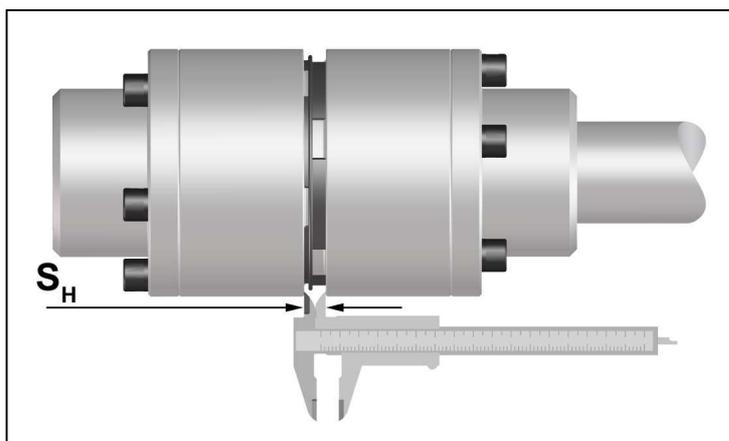

Bild 9
- Messen Sie gemäß Bild 9 das axiale Spaltmaß S_H .